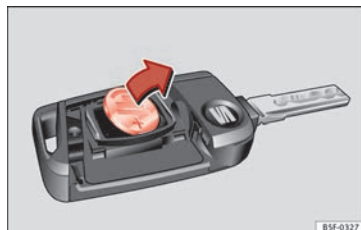

Fig. 126 Chave do veículo: extrair a pilha.
- Extraia a pilha do compartimento com um objeto fino adequado » **Fig. 126.**
- Coloque a pilha nova no compartimento, pressionando-a tal como se mostra » **Fig. 126**, no sentido contrário ao da seta » **!**